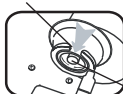

Fig. 2
3. Ouvrez le couvercle de la cartouche et insérez la cartouche, la tête tournée vers l'avant, de manière à ce que l'encoche soit tournée vers le haut et alignée avec le guide de valve (fig. 2).